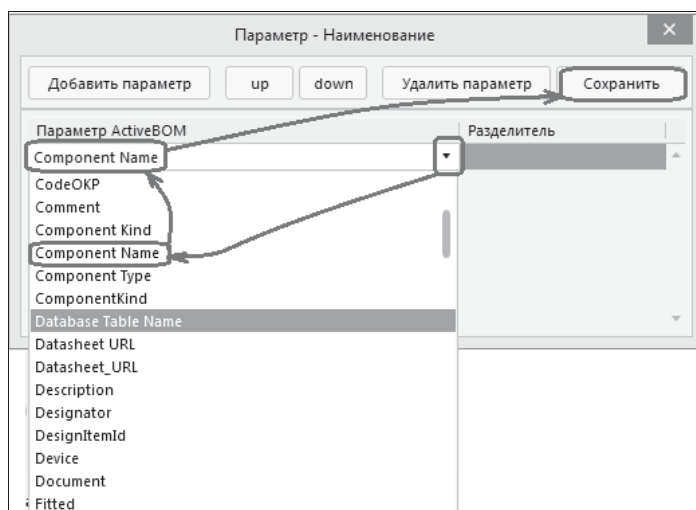

Рис. 11.7. Настройка формата записи в текстовые документы
2. Для осуществления последней опции укажите ее в меню, после чего в открываемом диалоговом окне **Параметр - Наименование** (рис. 11.7) щелчком на